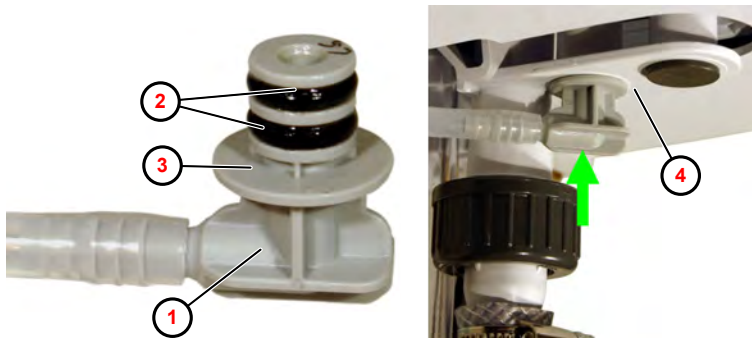

Abb. 17: Anschlussadapter demontieren
1. ➤ O-Ringe (Abb. 17 , ②) vom Anschlussadapter ① abnehmen.
2. ➤ O-Ring-Sitz ③ von Hand reinigen.
5. ➤ Anschlussadapter bis zum Anschlag einführen, bis er mit dem Trichtergehäuse ④ bündig ist.